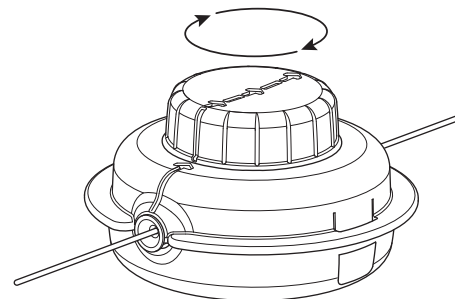

Fig. 19
- Gire la perilla de impacto en el sentido de las agujas del reloj para enrollar el hilo hasta que sobresalgan aproximadamente 5 pulgadas (12.7 cm) por cada lado del cabezal de corte (Fig. 19). **NO** oprima la perilla de impacto mientras se enrolla el hilo.